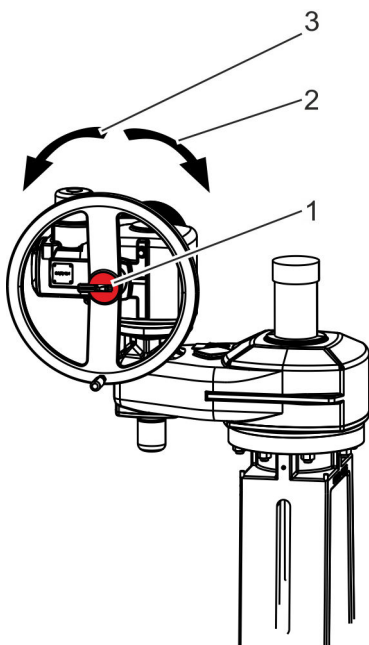

Abb. 20: Elektrischer Antrieb:
2. ▶ Handrad einkuppeln (Abb. 20/1).
- Drehen im Uhrzeigersinn (Abb. 20/2): Armatur schließen.
- Drehen gegen den Uhrzeigersinn (Abb. 20/3): Armatur öffnen.